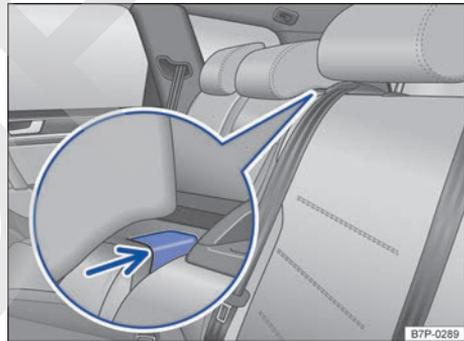

Fig. 120 En el respaldo del asiento trasero: tecla de desbloqueo. ▶
- Presione la palanca de desbloqueo → fig. 120 (flecha) y abata la parte central del respaldo completamente hacia delante.